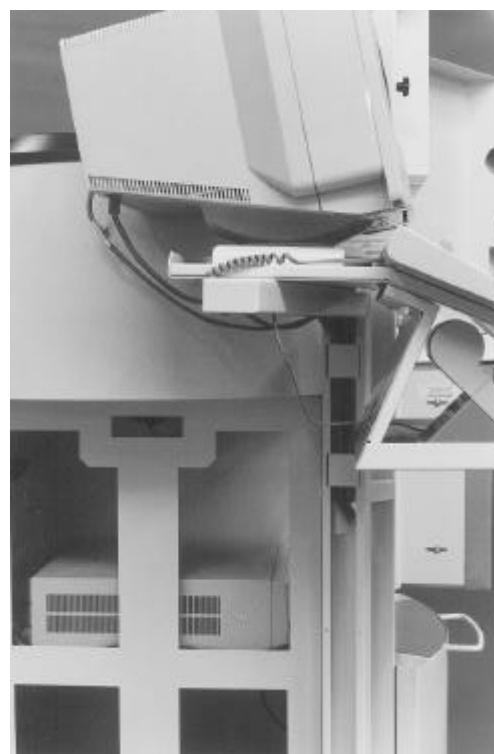

Abbildung 9
- Führen Sie die Tastatur- und Monitorkabel durch die Monitorhalterung in die Maschine ein (evtl. die Maus- und Etikettendruckerkabel) (siehe Abbildung 9), und achten Sie dabei auf die richtige Laufrichtung!